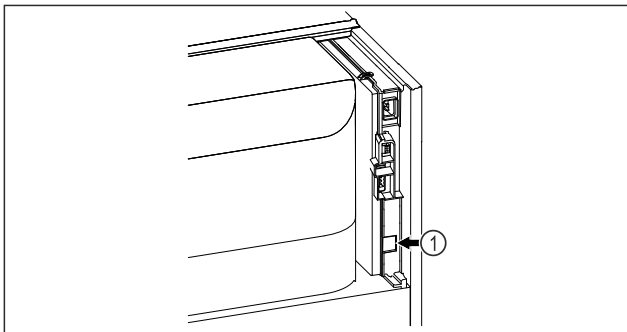

Fig. 179
- SmartModule Fig. 179 (1) ist eingesetzt.